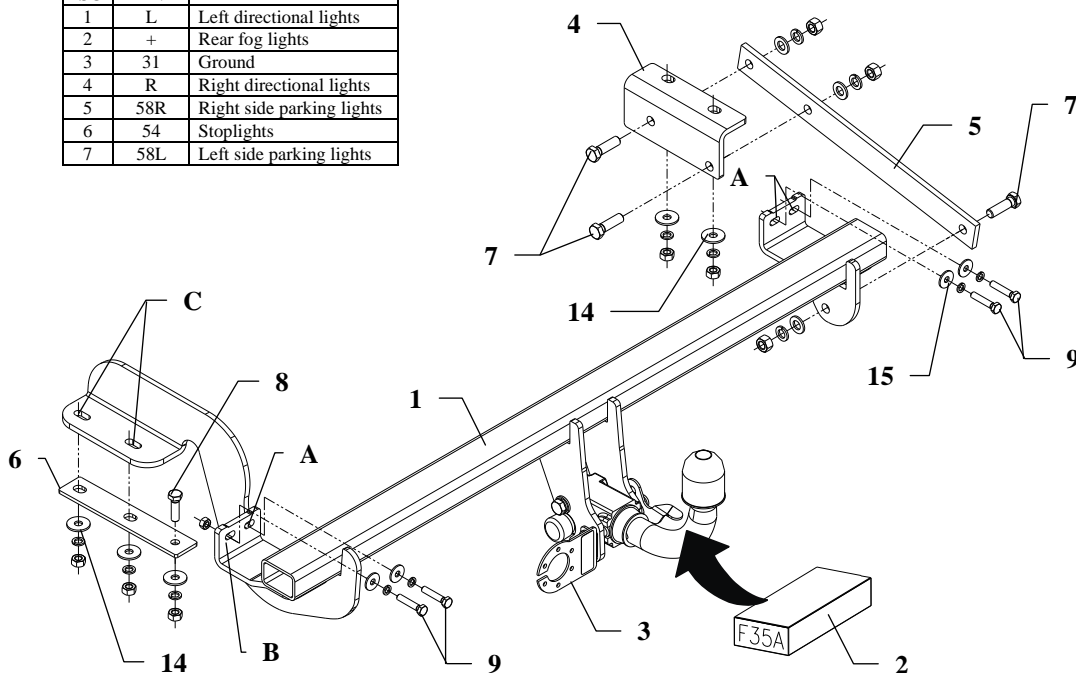

Fig. 1
2. In points A (see fig. 1) one ought to unscrew the original bolts.
5. Apply the main bar of the towing hitch (pos. 1) at points A, B and C.
6. Assembly elements of muffler fastenings with fish-plate (pos. 6).
7. Apply the angle bar (pos. 4) to the right chassis member.
8. Fix loosely flat bar (pos. 5) to the angle bar (pos. 4) and to the main bar of the towing hitch (pos. 1) using bolts M12x40mm (pos. 7).
9. Fix body of the automat and place tow-ball according to supplied instruction. Note! Remember to place socket plate (pos. 3) as shown on the drawing 1.
9. Przykręcić korpus automatu oraz zamocować kulę zgodnie z instrukcją dołączaną do zaczepu z końcówką szybkodemontowalną. Uwaga! Należy pamiętać o zamontowaniu blachy pod gniazdo, patrz rys. 1.